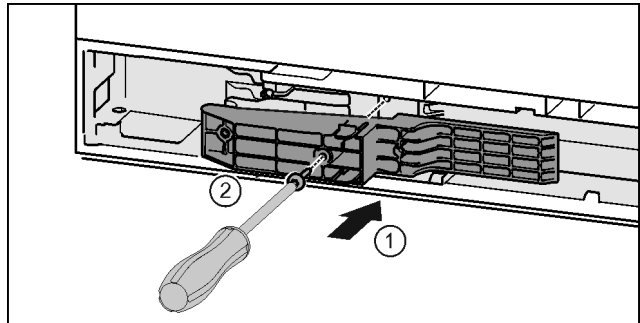

Fig. 44*
- ▶ Adapterstück auf der Griffseite in die Aussparung einsetzen.* *Fig. 44 (1)*
- ▶ Schrauben mit Schraubendreher T15 festschrauben.* *Fig. 44 (2)*